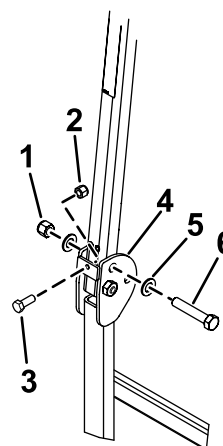

Bild 17
3. Legen Sie eine Scheibe (13/16" x 1 1/2") auf jede Schraube (3/4" x 4"), wie in Bild 17 abgebildet.
4. Setzen Sie die Schrauben und Scheiben in die Löcher ein, aus denen Sie die Stifte entfernt haben (Bild 17).
5. Legen Sie eine weitere Scheibe auf jede Schraube und befestigen sie mit Muttern (3/4"), wie in Bild 17 abgebildet. Ziehen Sie die Muttern auf ein Drehmoment von 323 bis 396 N·m an.
6. Setzen Sie eine Schraube (3/8"-16 x 1" oder 1 1/4") mit einer Klemmmutter (Schrauben und Klemmmuttern nicht im Lieferumfang enthalten) in die Gewindeplatte auf jeder Seite des unteren Teils des Überrollbügels im Scharnierbereich ein (Bild 17). Ziehen Sie die Schraube an, bis sie fest am oberen Überrollbügelrohr anliegt, und ziehen Sie die Klemmmutter fest.
7. Ziehen Sie die Drehschraube am Überrollschutz (Bild 17) auf ein Anzugsmoment von 91 bis 113 N·m an, damit der Überrollbügel und das Sonnendach nicht springen.